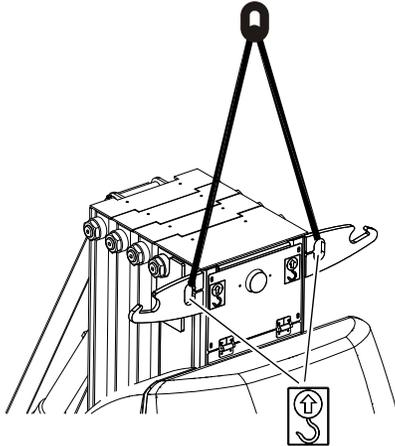

Bild 3-15. Anheben der Maschine
- Befestigen Sie Heberiemchen/-ketten wie in Bild 3-15. gezeigt an BEIDEN Hebeösen.